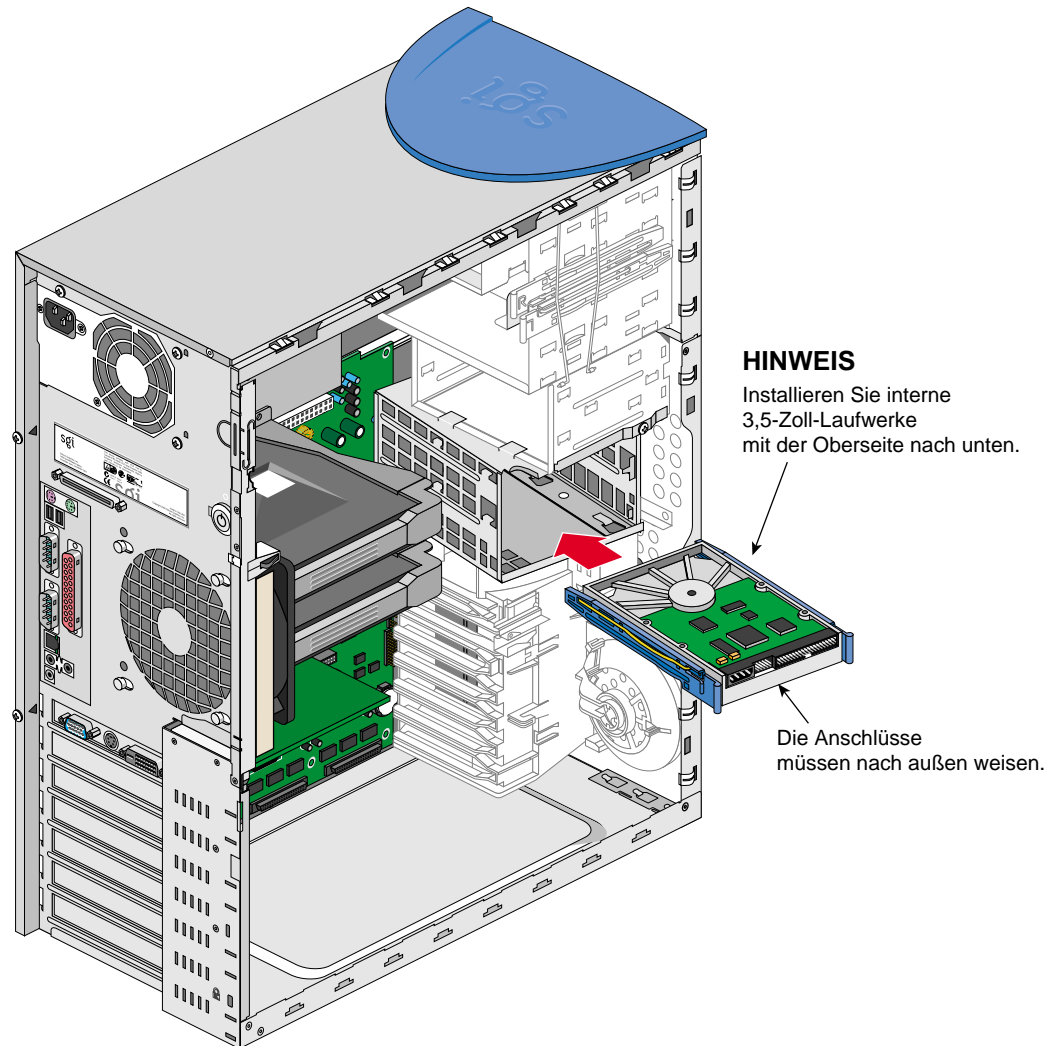

Abbildung 2-14 Einbauen eines Laufwerks in den internen Laufwerkeinbaurahmen
5. Wenn Sie ein 3,5-Zoll-Laufwerk in den internen Laufwerkeinbaurahmen einbauen wollen, setzen Sie das Laufwerk mit der Oberseite nach unten in den ausgewählten Laufwerkschacht ein, und schieben das Laufwerk in den Schacht bis die Schienen einrasten. Abbildung 2-14 zeigt, wie Sie das Laufwerk richtig einbauen.